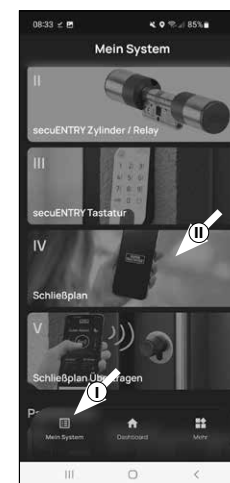

Fig. 1
- 1 Ouvrez le menu « Mon système » (I) (Fig. 1)
- 2 Appuyez sur le quatrième élément du menu « IV - Plan de fermeture » (II) (Fig. 1).